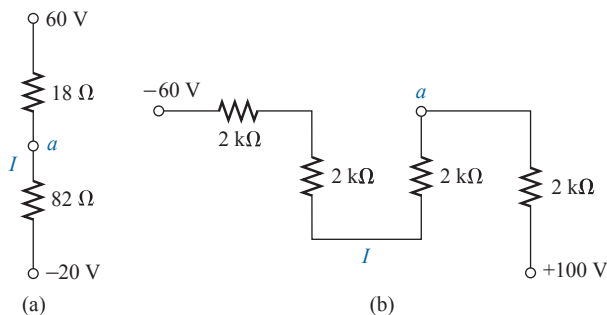

Figura 5.119 Problema 36.
36. a) Determine a corrente I (com o sentido) e a tensão V (com a polaridade) para os circuitos mostrados na Figura 5.119.